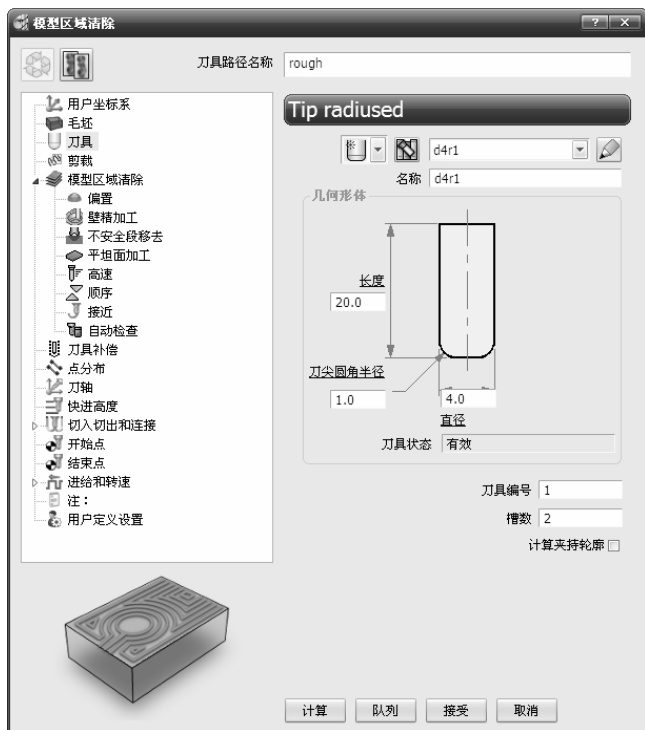

图 5-154 “模型区域清除”对话框
2) 在弹出的“模型区域清除”对话框中设置相关参数，如图 5-154 所示。